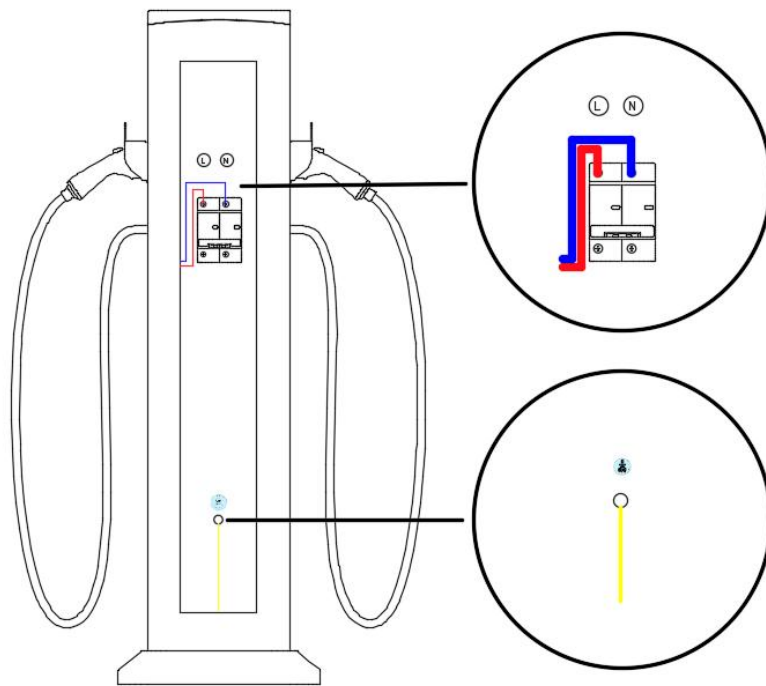

图 6 火线零线地线接线位置
2. 将进线电缆按照端子标识接线（L：火线；N：零线；接地：地线）。火线和零线接入充电桩内部 2P 断路器的输入端，地线接在充电桩下方接地螺栓上。如图 6：